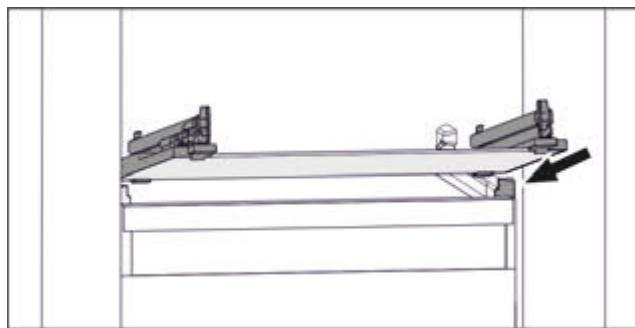

Fig. 38 Приблизне відображення скляної пластини
- Встановити скляну пластину за стопорами навскоси. (див. Fig. 38)